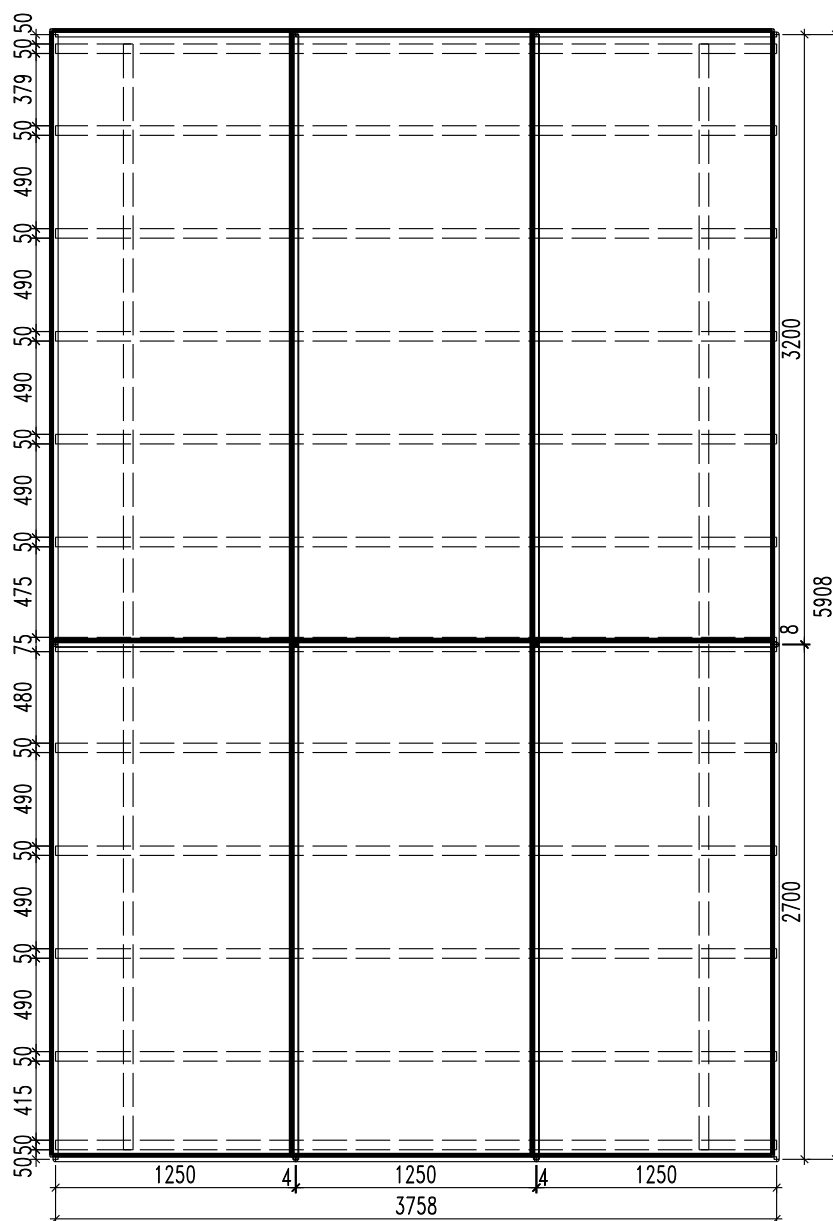

рис. 15 – Раскрой листов ЦСП.
- Стыки между листами ЦСП необходимо наплавить с одной стороны, как показано на рис. 15а.
рис. 15а – Крепление стыков между листами ЦСП.